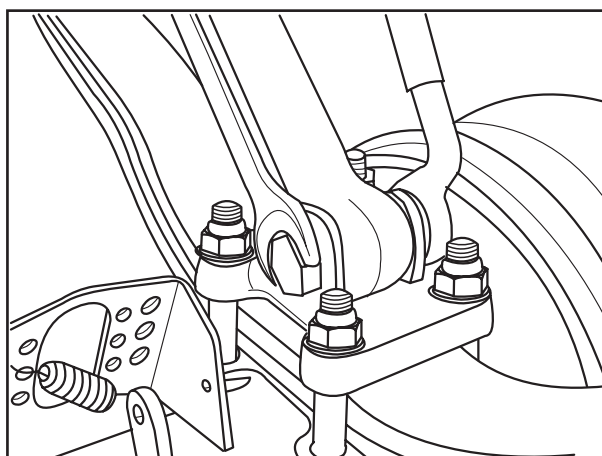

Рис. 2
- [2] Отвернуть стопорные гайки с крепежных болтов надрессорных пластин (рис. 2) и вытянуть крепежные болты.